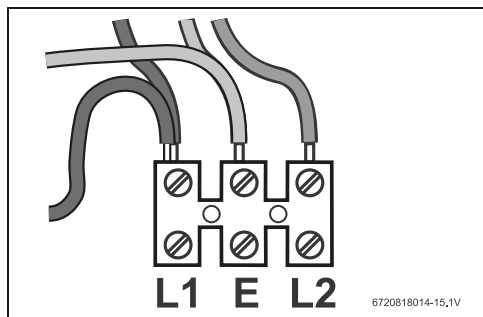

Fig. 12 Cable eléctrico
- ▶ Conecte los cables al bloque terminal y a la clavija de tierra (Fig. 12):